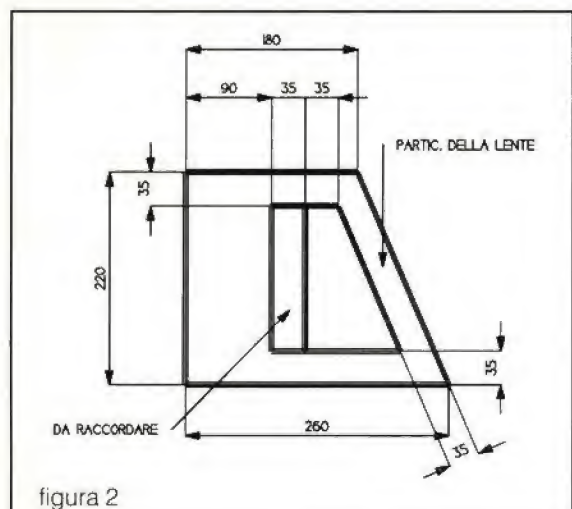

figura 2
1) Come prima operazione consiglio di tagliare e sagomare a misura i pannelli laterali n° 4 e n° 5, come indicato nel disegno di figura 1. Poi cominciare a preparare le lenti acustiche come da figura 2.